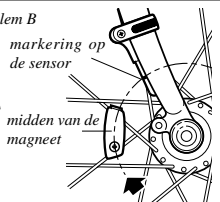
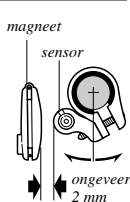

Fig. 11
Fig. 12
3. Breng het midden van het magneetje precies ter hoogte van de markering op de sensor (fig. 11) en zorg dat ertussen een ruimte van ongeveer 2 mm vrij blijft (fig. 12). Draai dan het schroefje in de klemband stevig aan en knip het vrije uiteinde van bandje B af.